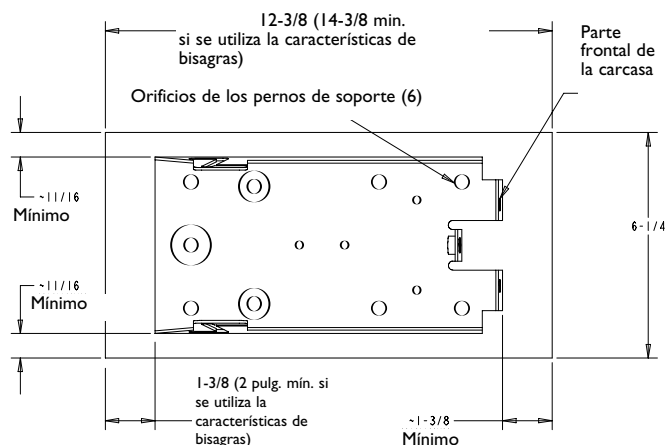

Figura 3: Colocación del panel superior
1. Coloque el panel superior en el techo o la pared, en horizontal o vertical, en función de los requisitos de instalación. Véase la figura 3. Una superficie plana y lisa es idónea para una instalación correcta. Tenga en cuenta los requisitos mínimos de espacio mostrados en la figura 3.
Véase la figura 3 para ver el espacio mínimo necesario